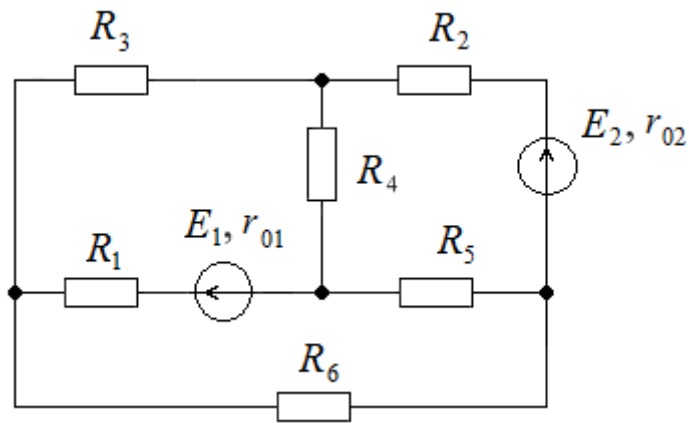

Рис. 133
66. Определить ток I_4 методом эквивалентного генератора в электрической цепи (рис. 133), если $E_1 = 50$ В; $E_2 = 30$ В; $R_1 = 54$ Ом; $R_2 = 34$ Ом; $R_3 = 25$ Ом; $R_4 = 20$ Ом; $R_5 = 25$ Ом; $R_6 = 40$ Ом; $r_{01} = 1$ Ом; $r_{02} = 1$ Ом.